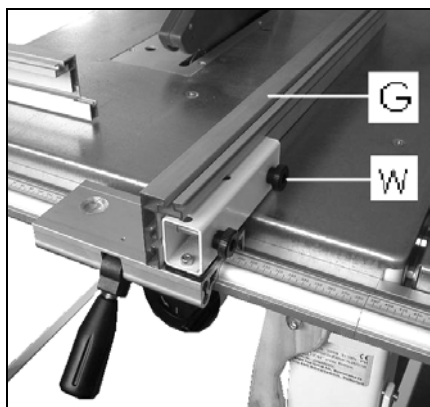

Рис. 7
С помощью двух болтов и барашковых гаек (W, Рис. 7) прикрутите алюминиевый профиль (G) к корпусу продольного упора.